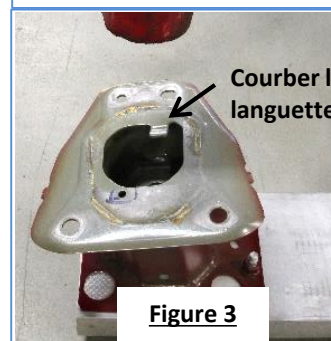

Figure 3
2e. Enlever le carénage inférieur: À l'aide d'un écarteur de panneau en plastique, en débutant par les bords extérieurs près du passage de roue, tout en tirant avec soin vers l'arrière, dégager les agrafes et enlever le carénage inférieur. **Voir la Figure 3.**
- 4. Modifier la poutre de pare-chocs** – À l'aide d'un marteau, courber les languettes métalliques à l'arrière de la poutre de pare-chocs de façon qu'elles soient à égalité avec la surface de montage de la poutre. Voir la Figure 3.
4. Modifier la poutre de pare-chocs – À l'aide d'un marteau, courber les languettes métalliques à l'arrière de la poutre de pare-chocs de façon qu'elles soient à égalité avec la surface de montage de la poutre. **Voir la Figure 3.**